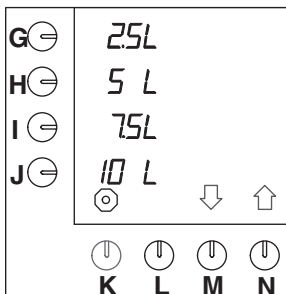

Abb. 23 Serienmäßige Vorwahl der Tasten
Das Gerät ist serienmäßig auf die Einheit L (= Liter) eingestellt. Sie können die Einheit ändern. (Diese Einheit steht serienmäßig im Display bei den Vorwahltasten (Abb.23)).
- Drücken Sie auf die Wahl taste (N.) $\uparrow$, bis Abb.23 im Display erscheint.